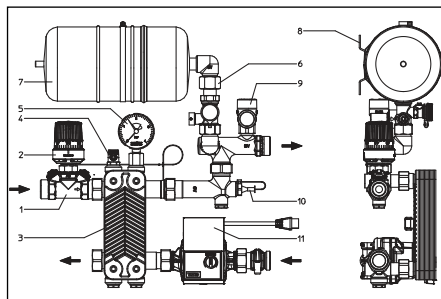
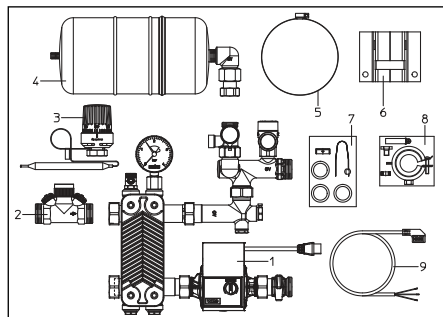

Fig. 5.1 Vue d'ensemble «Regufloor HX»
Fig. 6.1 Fourniture
- Monter le robinet de réglage «Hycocn HTZ» (pièce 2, fig. 6.1) sur l'aller, du côté primaire de l'ensemble (pièce 1, fig. 6.1).
- Monter l'ensemble prémontré (pièce 1, fig. 6.1) dans le coffret à l'aide du jeu de montage (pièce 8, fig. 6.1).
- Visser le vase d'expansion à membrane (pièce 4, fig. 6.1) sur le robinet à chape plombable (pièce 6, fig. 5.1) et le fixer au rail du coffret à l'aide du collier et de la plaque de fixation (pièces 5 et 6, fig. 6.1).
- Visser le régulateur de température (pièce 3, fig. 6.1) sur le robinet de réglage «Hycocn HTZ». Introduire la sonde dans la douille plongeuse montée sur l'aller du côté primaire (pièce 10, fig. 5.1) et la fixer à l'aide de la vis en veillant à ce que le tuyau capillaire ne soit ni plié, ni aplati.